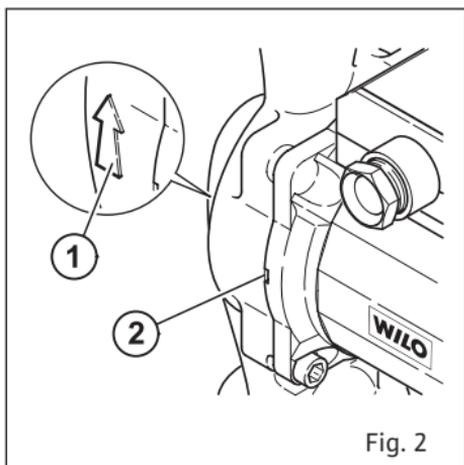

Fig. 2
- La flèche sur le corps de la pompe indique le sens d'écoulement du fluide (Fig. 2, Pos. 1).
Dans les installations calorifugées, il est nécessaire pour un refroidissement optimal, de ne pas calorifuger les moteurs, seul le corps de pompe sera comme la tuyauterie, calorifugé (Fig. 2, Pos. 2).